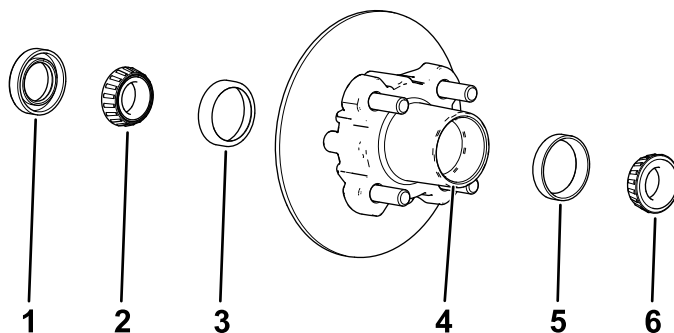

Figura 38
1. Rimuovete il cuscinetto esterno e il relativo anello dal mozzo (Figura 38).
2. Rimuovete la guarnizione e il cuscinetto interno dal mozzo (Figura 38).
5. Pulite la cavità del mozzo da tutto il grasso, la sporcizia e i detriti (Figura 38).
7. Riempite la cavità del mozzo per il 50–80% di grasso specificato (Figura 38).
8. Montate il cuscinetto interno sull'anello sul lato interno del mozzo e montate la guarnizione (Figura 38).